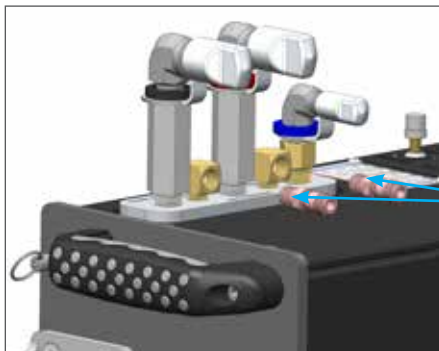

FIGURE 5
4. Posez les deux raccords rapides sur les coudes en laiton avec de la pâte ou ruban à filetages sur les filetages coniques. **(FIGURE 5)**